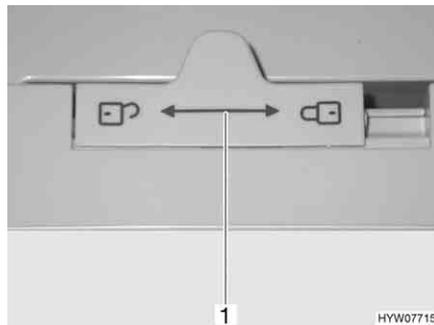

Bild 151 Verriegelung der Kühlschrantür (Dometic 7er-Reihe)
- Verriegelung (Bild 151,1) nach links "🔓" schieben.
- Verriegelung (Bild 151,1) ganz nach rechts "🔒" schieben.